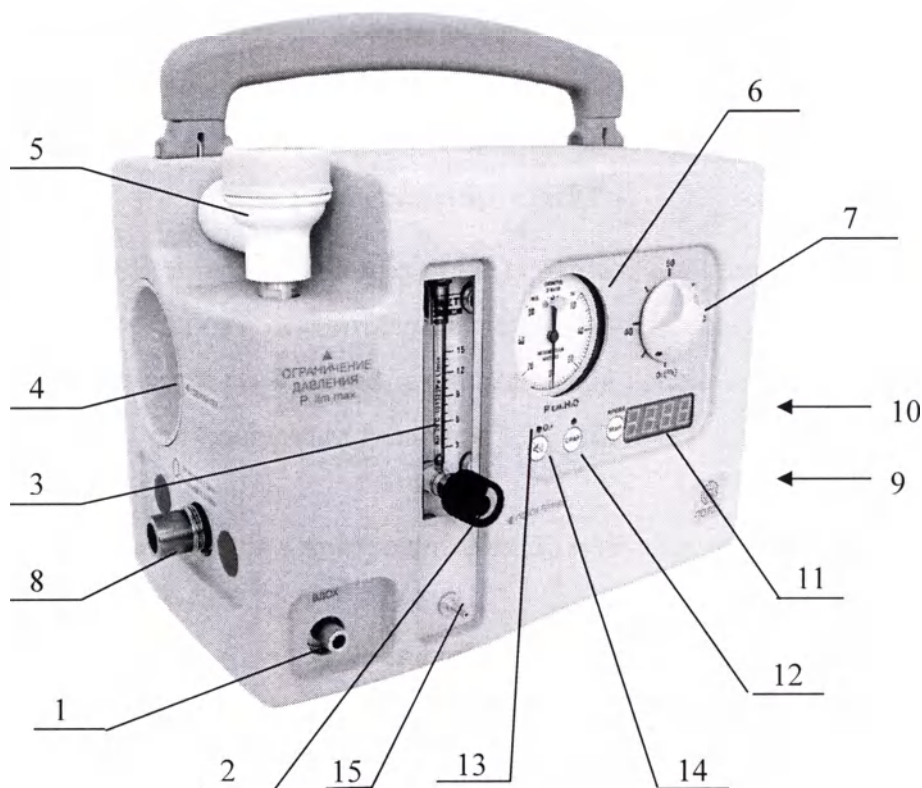

Рисунок 1- Общий вид аппарата «Поток»
Аппарат (рисунок 1) состоит из блока рабочего со встроенными в него автоматическим смесителем кислород/воздух, генератором потока рабочей смеси, блоком управления, а также навесного оборудования, которое при необходимости включается в дыхательный контур.
На передней панели аппарата находится патрубок «ВДОХ» (1, рисунок 1), к которому подключается неонатальная реанимационная система с регулируемым клапаном REF 6432 фирмы INTERSURGICAL.
На передней панели аппарата имеется индикатор «O₂↓» и кнопка  (14 рисунок 1). В случае, если к аппарату не подключен кислород или его давление ниже 1 бара, загорится красный индикатор «O₂↓», сопровождающийся звуковым сигналом. Для снятия звукового сигнала необходимо кратковременно нажать на кнопку .
Подключить кислородный шланг к штуцеру «О₂» (8, рисунок 1).
2.2.1 Подключить аппарат к электросети переменного тока **220В/50 Гц**. Включить аппарат в работу клавишей «ВКЛ/ВЫКЛ» (9, рисунок 1). Внутри клавиши загорится светоиндикатор.
- выключить аппарат клавишей «ВКЛ/ВЫКЛ» (9, рисунок 1);
- отключить аппарат от линии подачи сжатого кислорода (8).